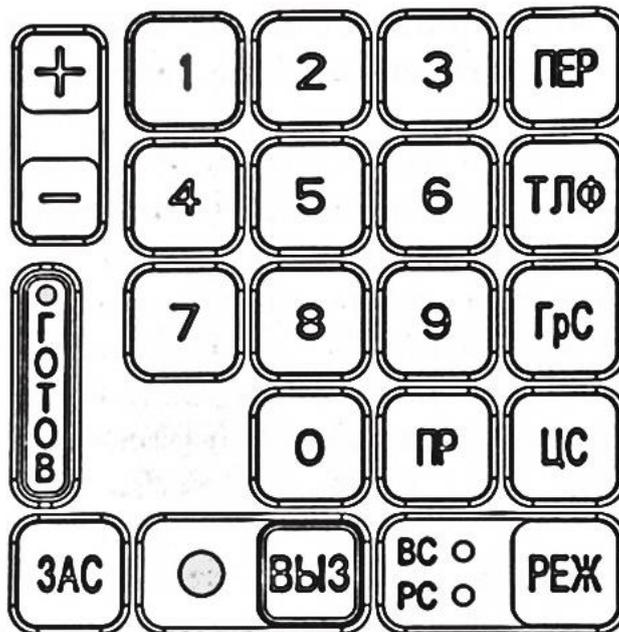

Рисунок 42 – Клавиша «1» горит зеленым светом
- принять вызов на стороне выбранного абонента IP-сети. Установится разговор между пультом и абонентом IP-сети с номером 12345. Цифровая клавиша «1» будет гореть зеленым цветом (рисунок 42);